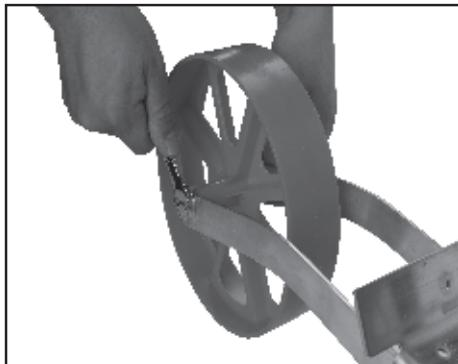

FIGURE 1
- (2) 13mm Wrench/Socket
STEP 1: (SEE FIGURE 1)
- Remove the pre-attached Bolt & Nut out of the Rear Wheel (D). Then use that Bolt & Nut to secure the Rear Wheel (D) with the rear frame of Garden Seeder (A).
- (2) Clé/douille de 13 mm
ÉTAPE 1: (VOIR FIGURE 1)
- Retirez le boulon et l'écrou pré-attachés de la roue arrière (D). Utilisez ensuite ce boulon et cet écrou pour fixer la roue arrière (D) au cadre arrière du semoir de jardin (A).